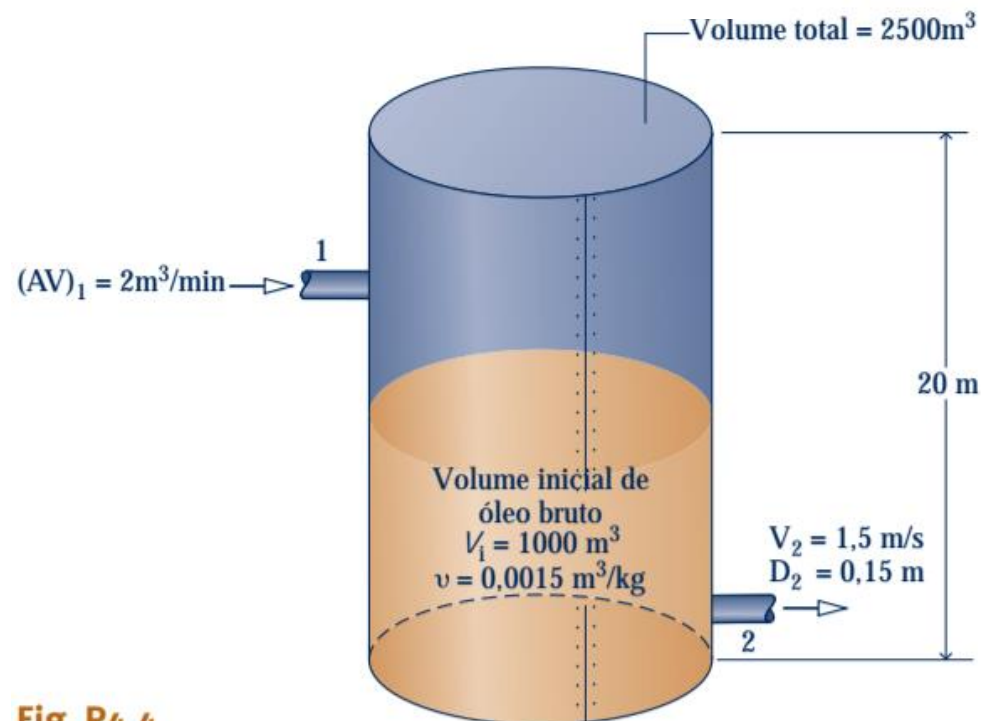

Fig. P4.4
4.4 A Fig. P4.4 ilustra os dados para um tanque de armazenamento de óleo bruto. O tanque inicialmente contém 1000 m^3 de óleo bruto. O óleo é bombeado para o tanque através de um tubo a uma taxa de $2 \text{ m}^3/\text{min}$ e sai do tanque a uma velocidade de $1,5 \text{ m/s}$ através de um outro tubo com diâmetro de $0,15 \text{ m}$. O óleo bruto apresenta um volume específico de $0,0015 \text{ m}^3/\text{kg}$. Determine